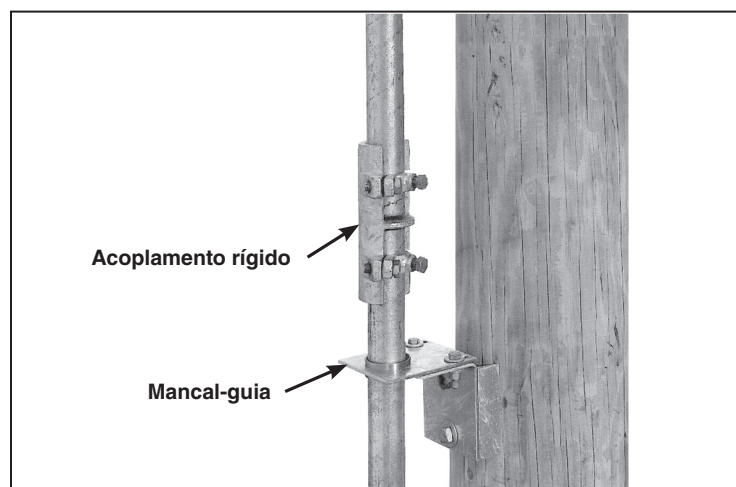

Figura 19. Instalação de um conjunto do mancal-guia em seção de tubo adicional.
PASSO 17. Instale um conjunto de mancal-guia em cada seção adicional de tubo de operação vertical, posicionado conforme as dimensões mostradas no diagrama de montagem. Ver Figura 19. Use acoplamentos rígidos para ligar estas seções de tubo adicionais. Antes de instalar o acoplamento, desparafuse os parafusos de ajuste perfurantes do corpo do acoplamento de forma que eles não se projetem para dentro do acoplamento.